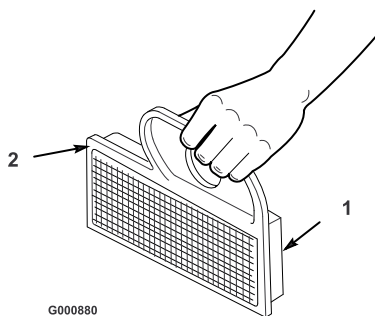

Figure 34
- A. Tapotez doucement l'élément sur une surface plane pour faire tomber la poussière et la saleté (Figure 34).